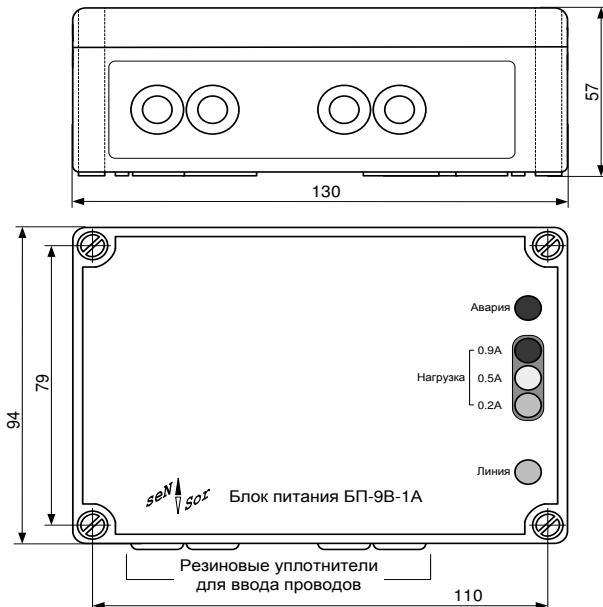

Рисунок 3 - Внешний вид, габаритные и установочные размеры изделия обычного исполнения
2.2.1 БП выпускается обычного (в пластиковом корпусе - см. рисунок 3) и взрывозащищенного (в металлическом корпусе - см. рисунок 4) исполнений. Корпус имеет съемную лицевую панель (крышку). Корпус БП обычного исполнения может